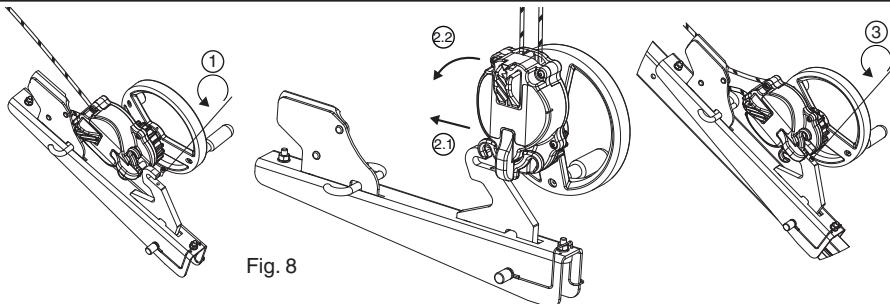

Fig. 8
### 6.3.4 Appareil DEROPE™ UP R (Fig. 8, 9 et 10)
L'appareil DEROPE™ UP R doit être fixé sur la jambe du trépied TRACPODE™ de Tractel® comme indiqué sur la fig.8. Toute autre fixation en un autre point du trépied TRACPODE™ de Tractel® est interdite.
1. Dévisser la vis de blocage du crochet d'accrochage de la console pour appareil DEROPE™ UP R (fig. 8, 1).
2. Mettre en place l'appareil DEROPE™ UP R sur le crochet d'accrochage (fig.8, 2.1 – 2.2).
3. Revisser la vis de blocage afin d'empêcher l'appareil de se désolidariser de sa console (fig.8, 3) et vérifier qu'elle est bien mise en place et serrée.